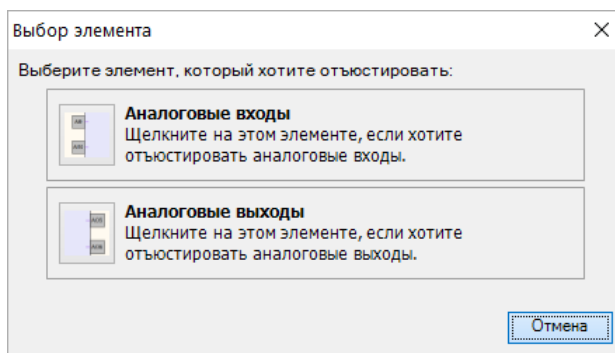

Рисунок 8.8 – Меню юстировки
2. Запустить OwenLogic и выбрать в меню пункт «Прибор» → «Юстировка входов/выходов» для запуска мастера юстировки. В диалоговом окне «Выбор элемента» выбрать пункт «Аналоговые входы» (см. рисунок 8.8, 1).
В случае использования входа для измерения сигналов «4... 20 мА» рекомендуется провести юстировку входа, предварительно выбрав параметр «Тип датчика» равным «4... 20 мА». Калибратор напряжения следует подключить по схеме (см. рисунок 8.8, 2). Действия по юстировке аналогичны пп 2–3.
В случае использования входа для измерения сигналов «0... 4000 Ом» рекомендуется провести юстировку входа, предварительно выбрав параметр «Тип датчика» равным «0... 4000 Ом». На вход подключить источник эталонных сопротивлений, например магазин сопротивлений, по схеме (см. рисунок 8.8, 3). Действия по юстировке аналогичны пп 2–3.